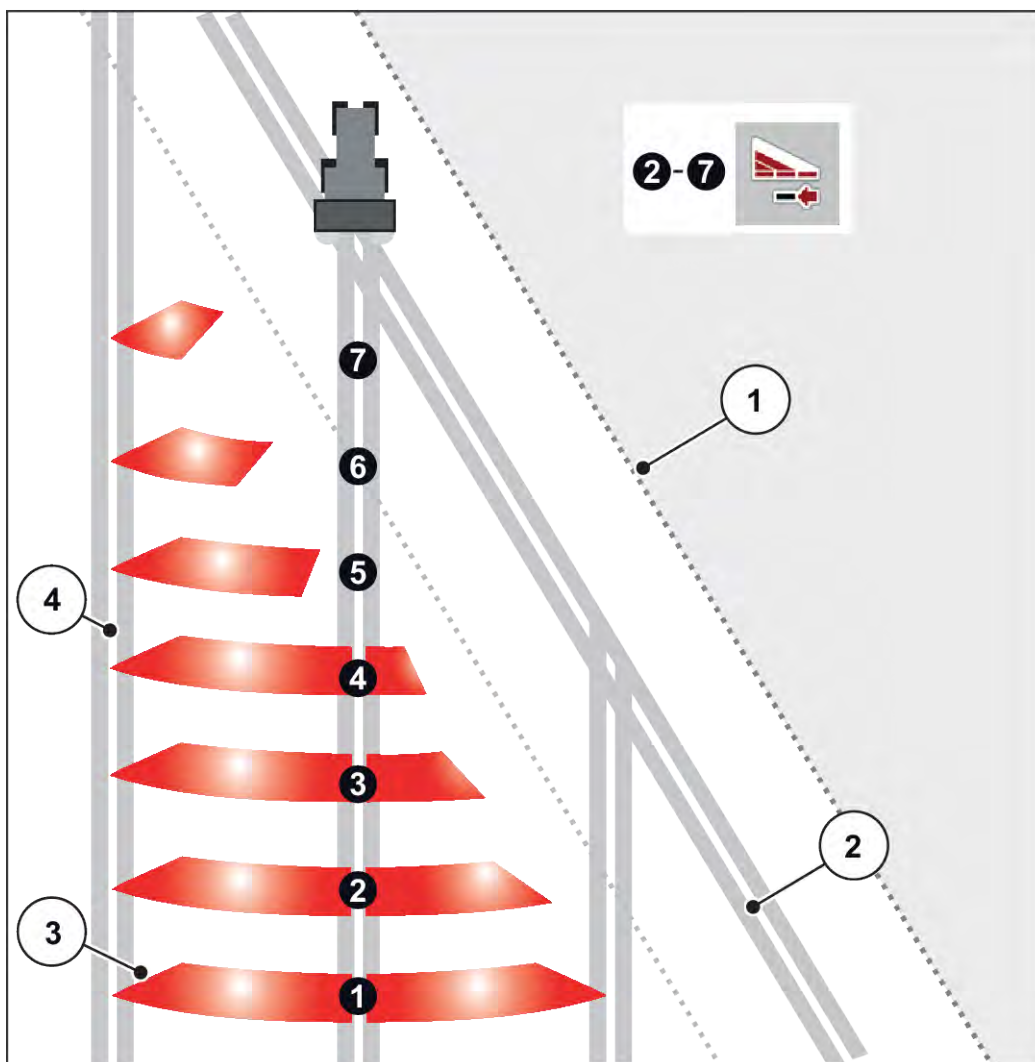

Рис. 41: Автоматическое переключение секций штанги
- Переключение секций штанги можно осуществлять снаружи вовнутрь или изнутри наружу. См. Рис. 41 Автоматическое переключение секций штанги.